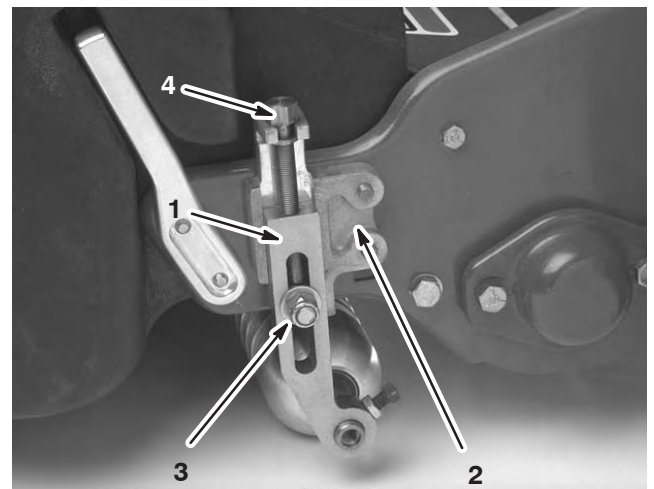

Bild 13
2. Lösen Sie die Sicherungsmuttern, die die Schnitthöheneinstellarme zur Schnitthöheneinstellhalterungen festlegen (Bild 13).